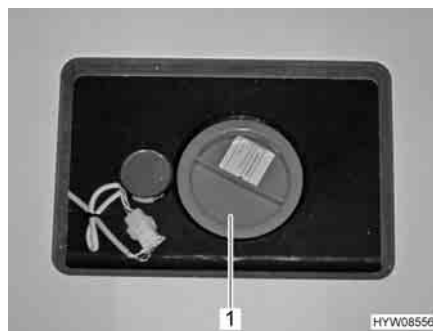

Fig. 188 Apertura per la pulizia sul serbatoio delle acque grigie
- A questo scopo aprire l'apertura per la pulizia (Fig. 188,1) per il serbatoio delle acque grigie e il rubinetto di scarico.